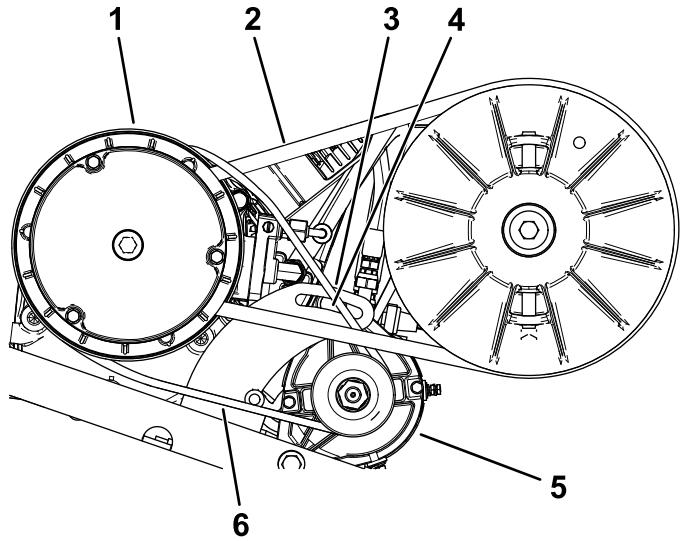

Figura 68
2. Allentate il dado di rotazione del generatore di avviamento (Figura 68).
della cinghia stessa con forza pari a 44 N·m (Figura 68).
5. Serrate il dado di rotazione a mano e rimuovete il piede di porco (Figura 68).